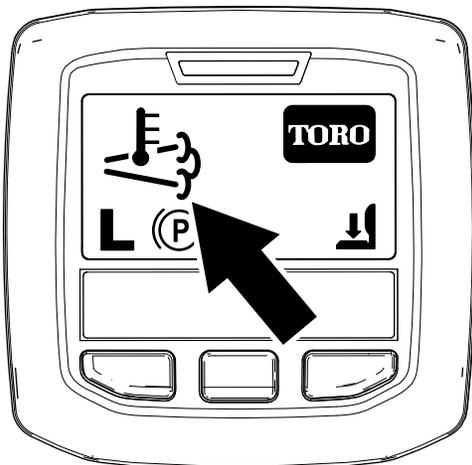

Figura 11
- L'icona della temperatura di scarico elevata viene visualizzata nell'InfoCenter (Figura 11).